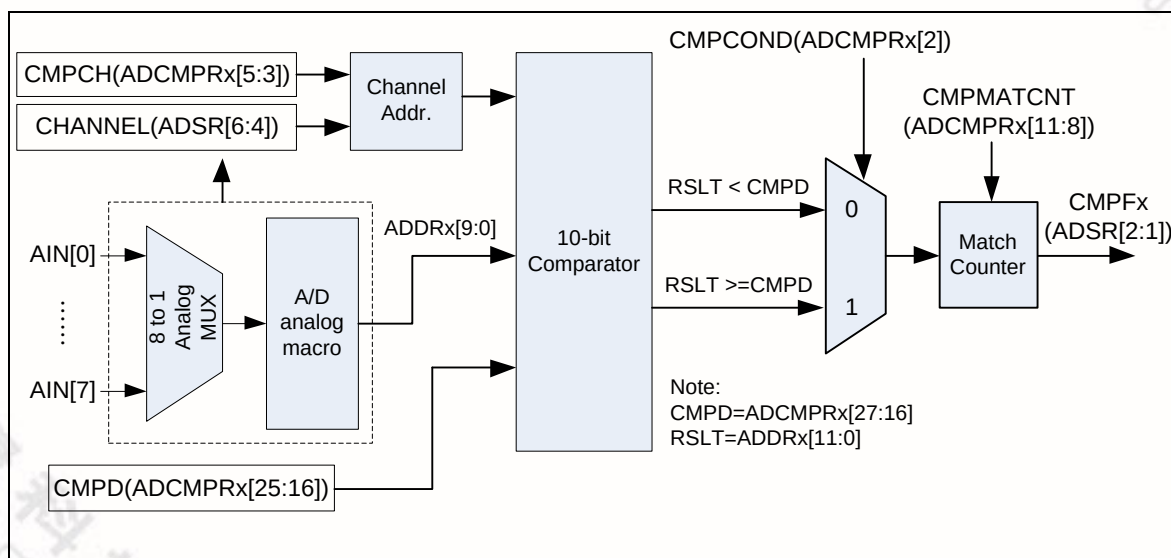

图 5-105 A/D 转换结果监控逻辑图
- 5.17.4.6 ADC控制器提供两组比较寄存器 ADCMPR0 和 ADCMPR1, 用于监控来自A/D 控制器的 最多2个通道的转换结果, 可参考 图 5-105。软件可通过设定CMPCH(ADCMPRx[5:0]) 来选择监控哪路通道, 而CMPCOND 位被用来检查转换结果小于或大于等于CMPD[9:0]中指定的值。当CMPCH指定的通道转换完成时, 比较行为将会被自动的触发一次。当比较结果和设定值相匹配, 比较匹配计数器将加1, 否则, 比较匹配计数器将会被清0。当计数器的值和设定值 (CMPMATCNT+1) 相等时, CMPF 位将置 1, 如果CMPIE 置位, 将产生 ADC_INT中断请求。在扫描模式下无需软件介入就可用其监控外部模拟输入引脚电压变化。具体逻辑框图如下: